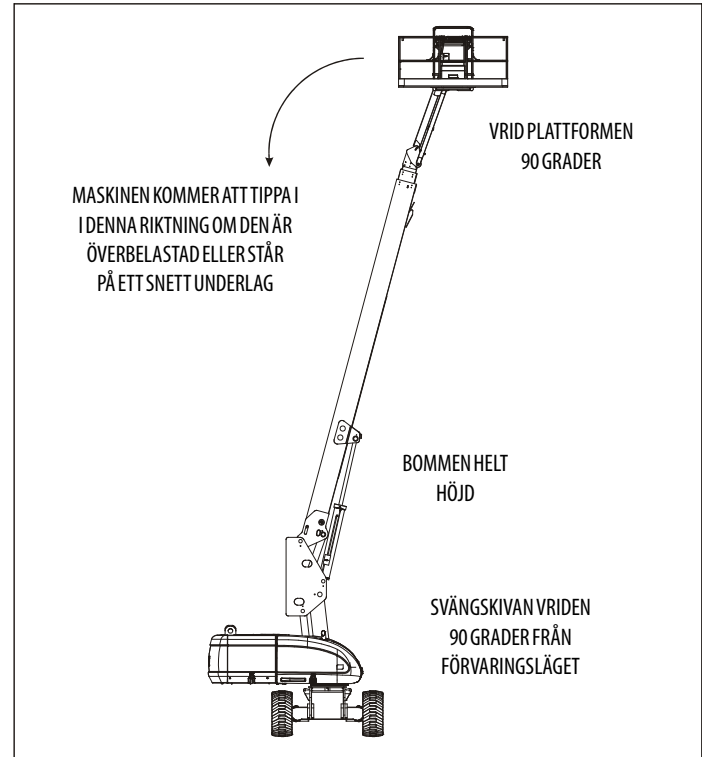
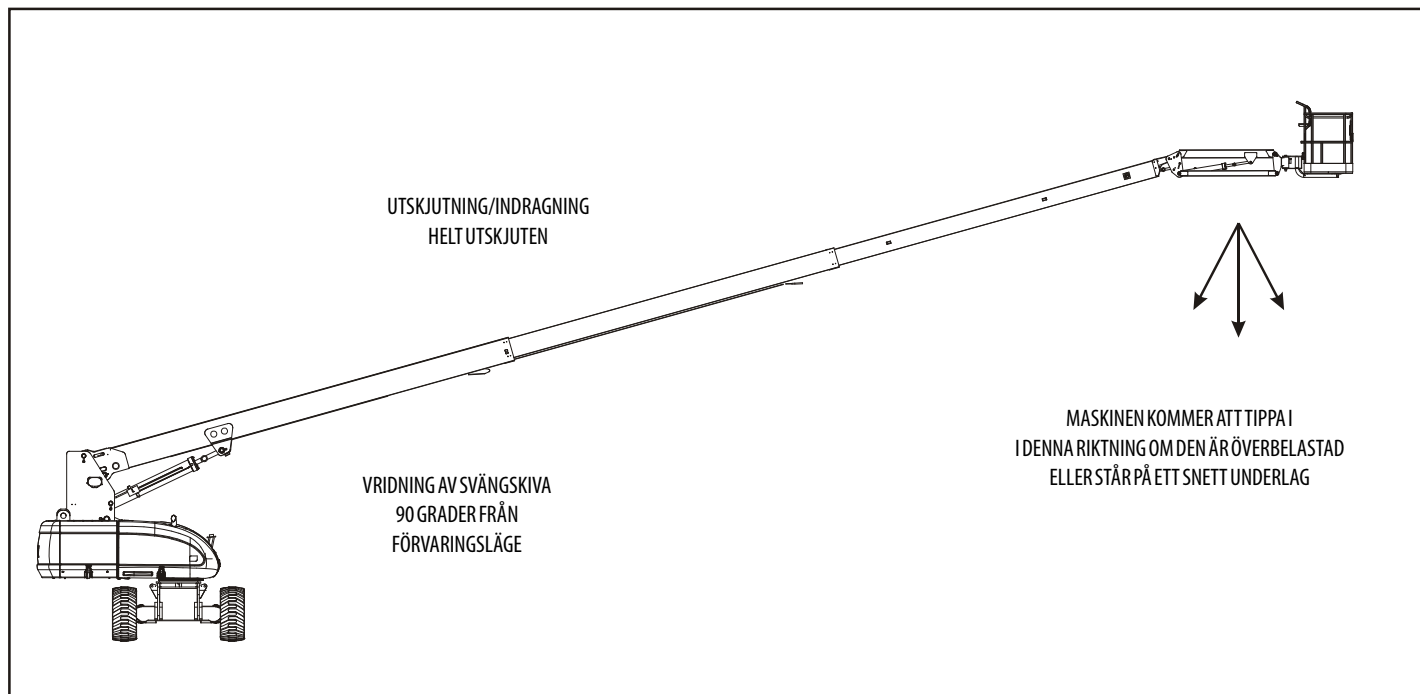

Fig. 4-2. Minsta stabilitet bakåt
Fig. 4-3. Minsta stabilitet framåt
Maskinens stabilitet baseras på två (2) villkor som kallas stabilitet FRAMÅT och BAKÅT. En maskin med minst stabilitet FRAMÅT visas i (Se Fig. 4-3.) och en maskin med minst stabilitet BAKÅT visas i (Se Fig. 4-2.)